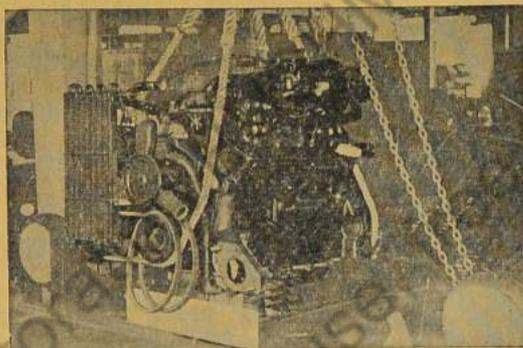

Bild 21: Motor mit Kupplungsgehäuse aus Fahrzeug herausheben
21. Motor mittels Hanfseils vierfach anseilen und mit einem Kran nach vorn oben herausheben. (Bild 21).
4. Motor mittels Hanfseils vierfach anseilen und mit einem Kran nach vorn oben herausheben. (Bild 21).